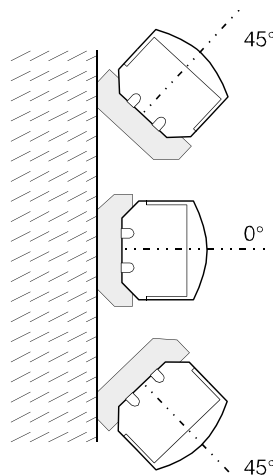

Abbildung 5.2
5.5.4 Wandmontage, 45° horizontal nach links oder rechts (Abb. 5.2)